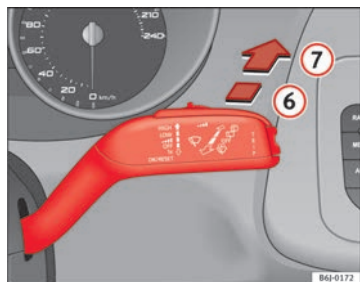

Fig. 65 Palanca del limpia-lavacristales: limpialuneta
- Presione la palanca hacia delante hasta el encastre ⑥ ⇒ fig. 65. El limpialuneta debe accionarse en intervalos de 6 segundos.
- Presione la palanca completamente hacia delante hasta la posición ⑦ ⇒ fig. 65. El limpia y el lavaluneta funcionan simultáneamente. El lavaluneta seguirá funcionando mientras mantenga la palanca en esta posición.